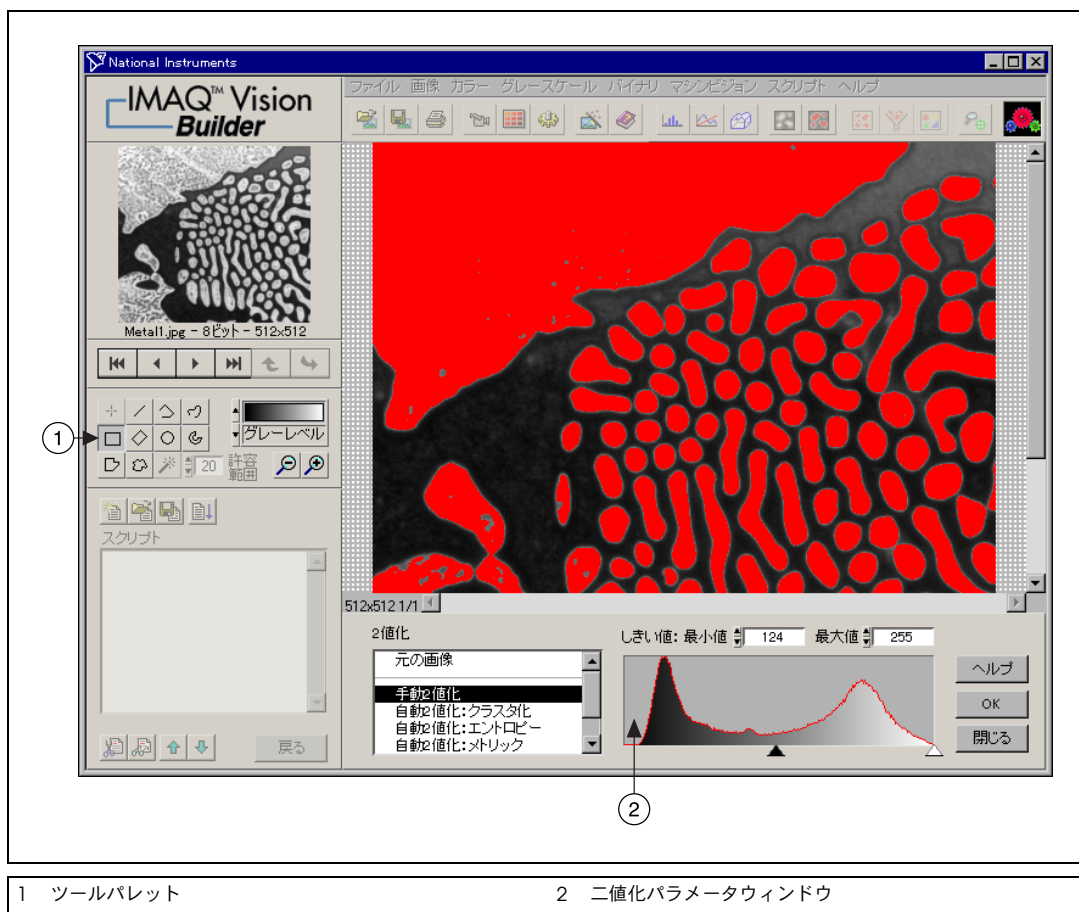

図 2-3 画像の二値化
- パラメータウィンドウ：画像処理関数のために設定できるパラメータを表示します。メニューから使用可能な各 IMAQ Vision 関数には、各パラメータを設定できるパラメータウィンドウが 1 つあります。2 値化パラメータウィンドウのサンプルを表示するには、図 2-3 「画像の二値化」を参照してください。
7. **グレースケール→二値化**を選択します。図 2-3 のように、二値化パラメータウィンドウが IMAQ Vision Builder ウィンドウの右下端に表示されます。